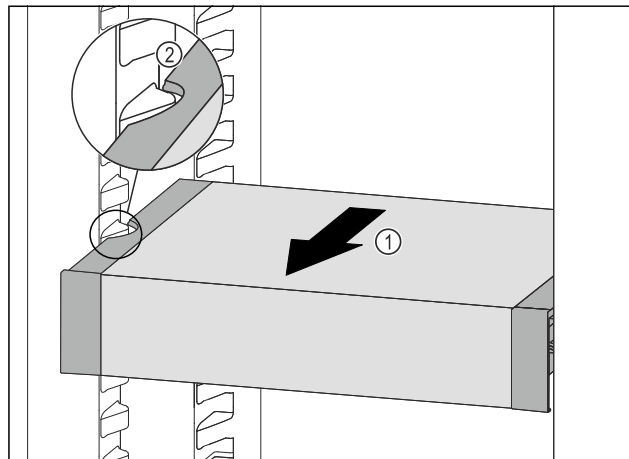

Fig. 57
- ▶ Tirer le VarioSafe vers l'avant Fig. 57 (1) jusqu'à ce que les encoches latérales du VarioSafe se trouvent au niveau de la nervure du bac dans la partie réfrigérateur. Fig. 57 (2)